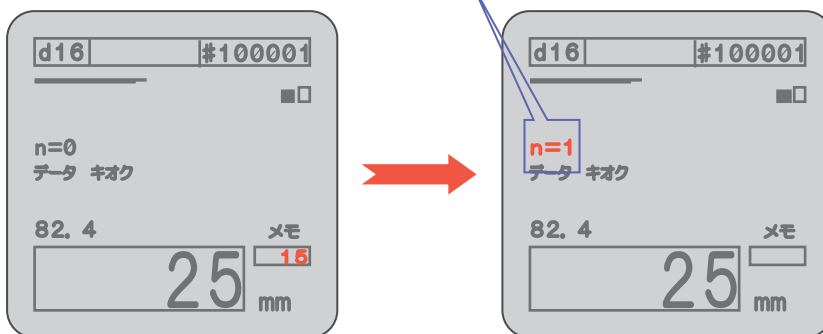

図42
- 今のかぶり厚さの測定結果が保存され、n=0 が n=1 に変わります。（図42参照）